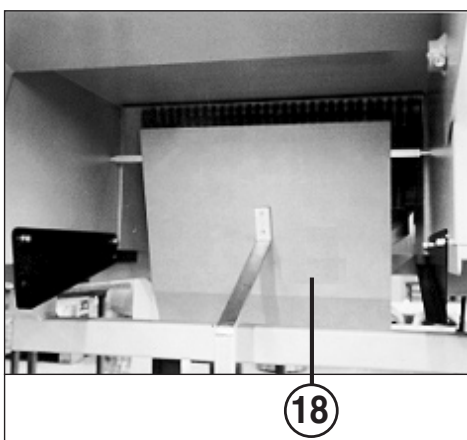

Fig. 3
- 18 = Switch flap „Shredder bin full“ (fig. 3)